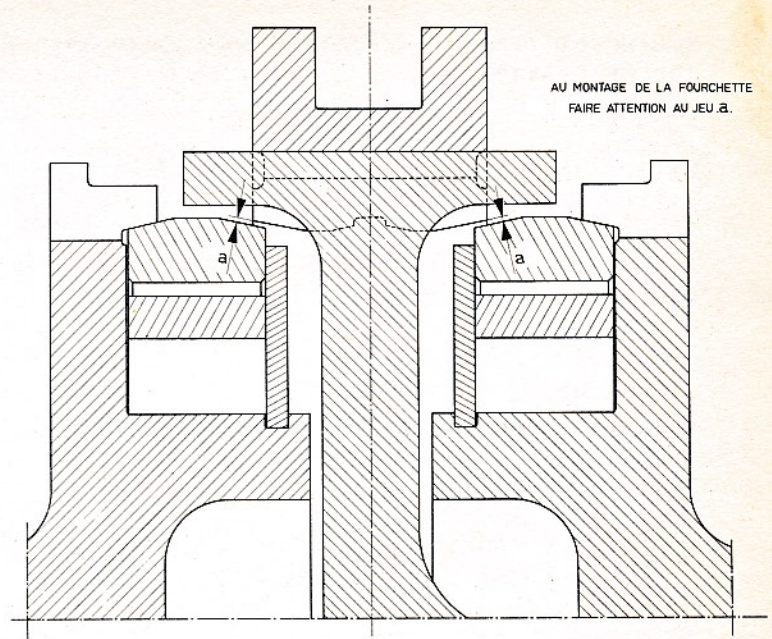

Fig. 26
- Entre les bagues synchros de 3^{ème} et 4^{ème} et le baladeur, doit exister un jeu a, fig. 26 qui doit être identique sur les deux bagues. Effectuer le contrôle à la cale avant la mise en place de l'ensemble axe-fourchette de 3^{ème} - 4^{ème}.